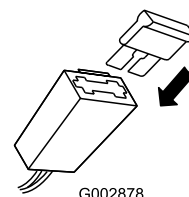

Figura 8
2. Inserte el fusible en el portafusibles según se muestra (Figura 8).